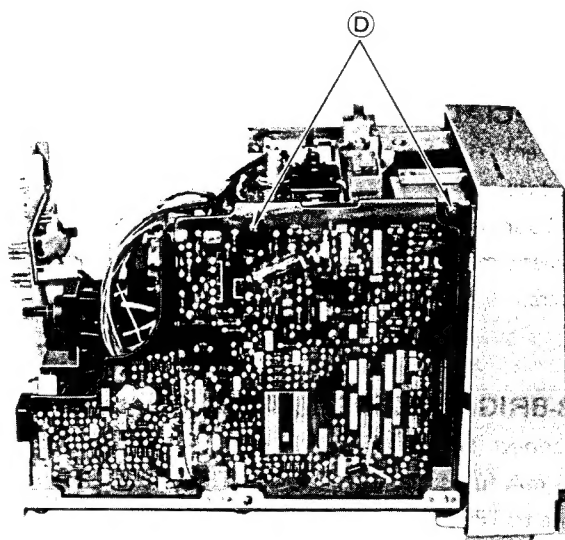

Fig. 4
1. Remove 2 screws (D) as shown in fig. 4.
1. 2 Schrauben (D) entfernen, wie in Abb. 4.